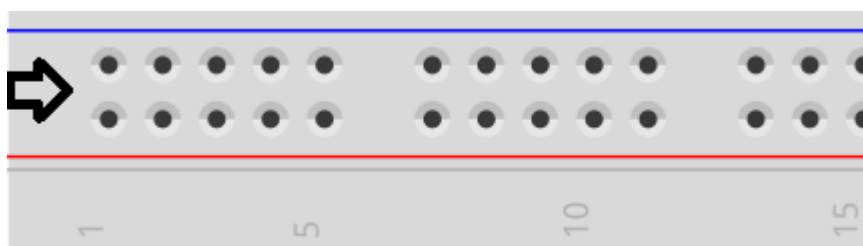
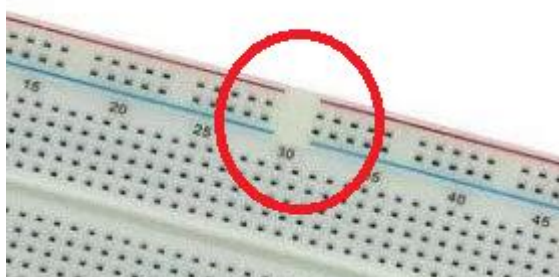

Figura 01 – Barramento
Figura 02 – Interrupção no Barramento
- **Barramento:** Conjuntos de duas faixas presentes nas extremidades laterais da matriz de contatos, figura 01, geralmente utilizadas na distribuição dos sinais de alimentação dos circuitos nela montados. Comumente com uma faixa azul, utilizada como terra ou sinal de alimentação negativa do circuito, e uma faixa vermelha, utilizada para o sinal de tensão de alimentação positiva. Em alguns casos essas linhas possuem uma interrupção, figura 02, que permitem a presença de um maior número de linhas de alimentação.